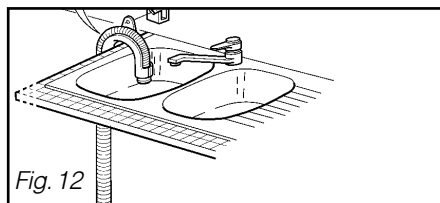

Fig. 12
- Na extremidade da pia utilizando um terminal de plástico especial previsto para este efeito (fornecido consoante o modelo) (fig. 12).